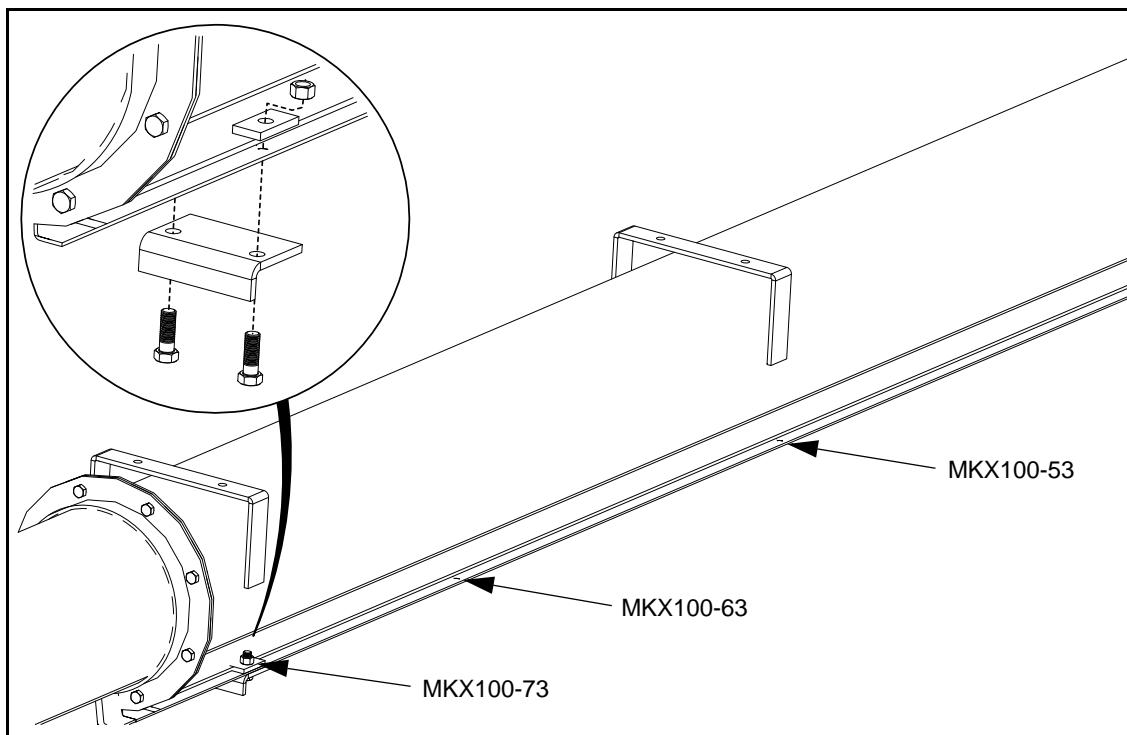
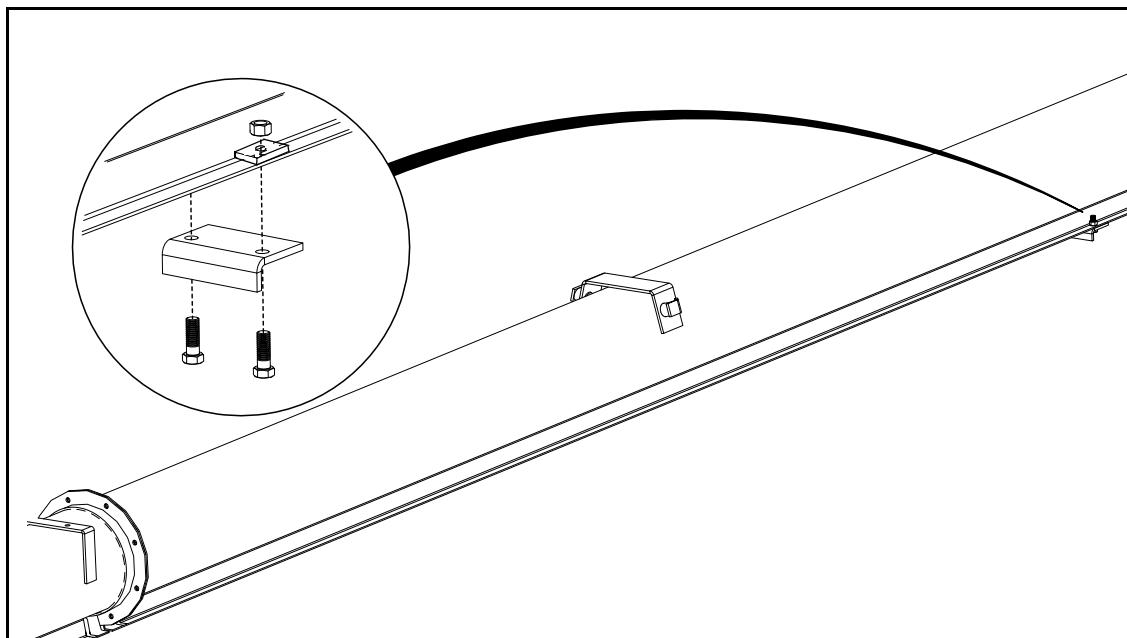

Figure 3.9 Emplacements de la butée de rail MKX100-53/63/73
Figure 3.10 Emplacements de la butée de rail MKX100-83
4. Boulonner la butée de rail au rail (Figure 3.9, Figure 3.10) au moyen de deux boulons de 7/16 x 1 1/4 po, de contre-écrous et de rondelles en fer plates.